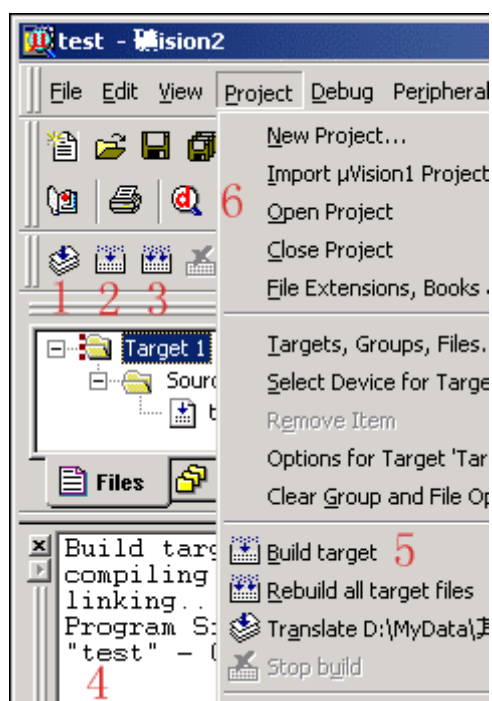

图 1 - 7 编译程序
(6)进入调试模式,软件窗口样式大致如图 1 - 8 所示。图中 1 为运行,当程序处于停止状态时才有效,2 为停止,程序处于运行状态时才有效。3 是复位,模拟芯片的复位,程序回到最开头处执行。按 4 我们可以打开 5 中的串行调试窗口,这个窗口我们可以看到从 51 芯片的串行口输入输出的字符,这里的第一个项目也正是在这里看运行结果。这些在菜单中也有,这里不再一一介绍大家不妨找找看,其它的功能也会在后面的课程中慢慢介绍。首先按 4 打开串行调试窗口,再按运行键,这时就可以看到串行调试窗口中不断的打印“Hello World! ”。呵呵,是不是不难呀?这样就完成了您的第一个 C 项目。最后我们要停止程序运行回到文件编辑模式中,就要先按停止按钮再按开启\关闭调试模式按钮。然后我们就可以进行关闭 KEIL 等相关操作了。